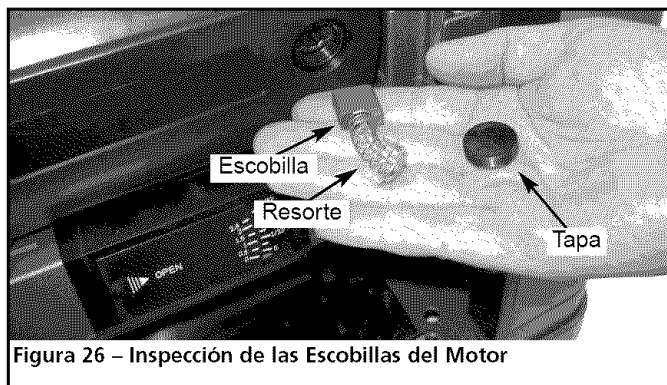

Figura 26 – Inspección de las Escobillas del Motor
- Afloje el tapaescobillas y con cuidado extraiga la escobilla del motor. Cuidado con los resortes (vea la Figura 26).